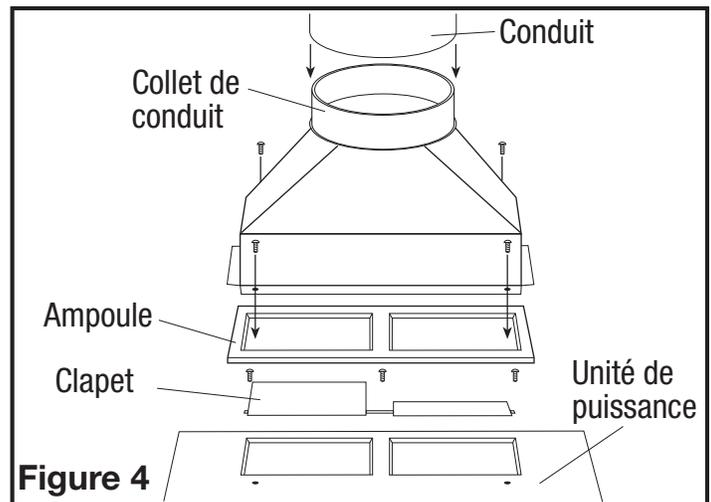
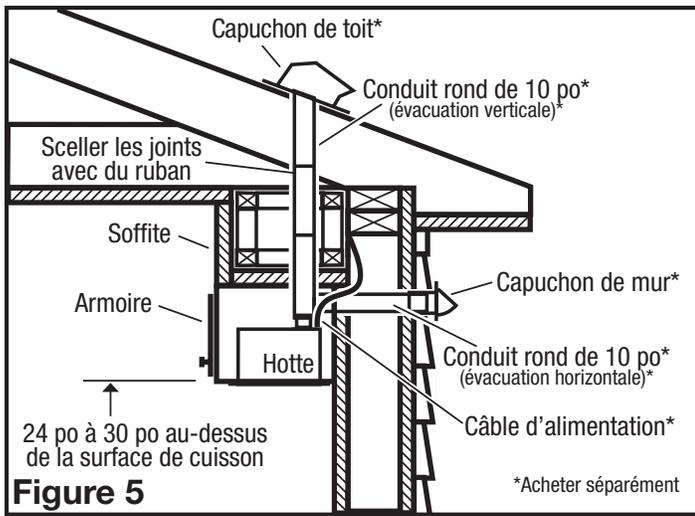

Figure 4
Figure 5
1. Installez le registre inclus dans la hotte à l'aide de trois des vis à pointe émoussée n° 6 fournies. Décollez le dos du joint inclus et, tout en tenant les amortisseurs en position verticale, installez le joint sur le capot. Assurez-vous d'aligner les trous et les coupures rectangulaires pour vous assurer que les amortisseurs s'ouvrent facilement. Installez le collier de conduit inclus dans la hotte avec quatre des vis à pointe émoussée n° 6 fournies. (**Figure 4**). Assurez-vous que les joints des conduits et les pénétrations extérieures sont scellés avec du mastic ou tout autre matériau similaire pour créer un passage d'air étanche afin de minimiser la perte ou le gain de chaleur et réduire le risque de condensation. Placez / enveloppez l'isolant autour du conduit et / ou ventilateur afin de minimiser la possibilité d'accumulation de condensation à l'intérieur du conduit, ainsi que la perte ou le gain de chaleur (**Figure 5**).
2. Quand il y a accès au dessus de l'unité, reliez la canalisation au collier de conduit et fixez-la en place en utilisant un ruban adhésif pour sceller tous les joints (Figure 4).